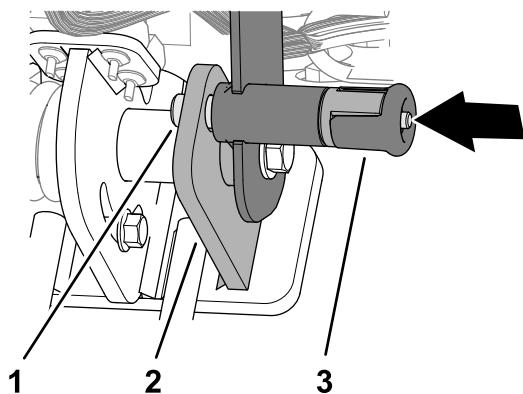

Figura 6
4. Gire el manillar hacia arriba y fíjelo con el pasador de cierre del manillar (Figura 6).